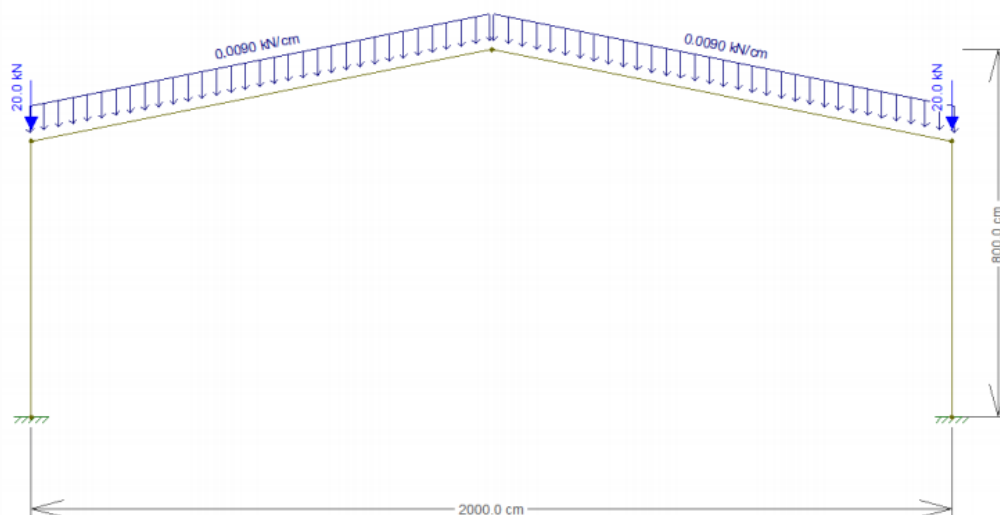

Figura 22 – Carga permanente na estrutura.
Apesar de os carregamentos terem sido definidos, os seus valores e locais de aplicação ainda não foram determinados. No caso em questão, aplicaremos primeiro a carga permanente (CP), que exerce uma força distribuída nas vigas do pórtico analisado no valor de 0,009 kN/cm e forças concentradas de 20 kN nos dois nós extremos da estrutura, conforme a figura 22.